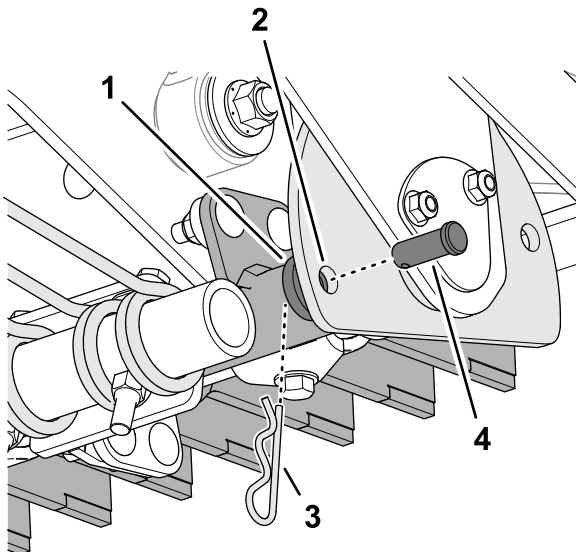

Figure 36
3. Retirez le goupille fendue et l'axe de chape qui fixent le bras de l'outil polyvalent à la plaque de sélection d'angle (Figure 36).